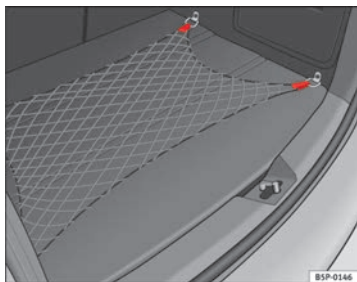

Abb. 109 Gepäckraumnetz
- Verwenden Sie zur Befestigung des Gepäckraumnetzes die seitlichen Befestigungsringe im Gepäckraum ⇒ Abb. 109.